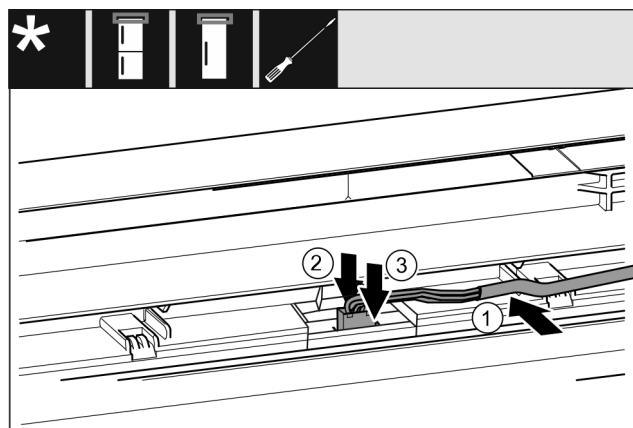

Fig. 63 Комбинация из холодильных и морозильных агрегатов / морозильные агрегаты / холодильные агрегаты*
- ▶ Вставьте кабель Fig. 63 (1) в направляющую в верхней двери.*
- ▶ Прижмите защелку Fig. 63 (2) назад.*
- ▶ Зафиксируйте штекер Fig. 63 (3).*